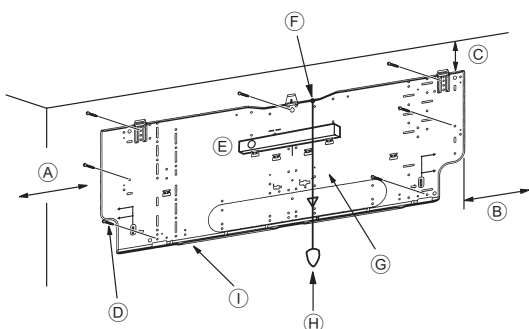
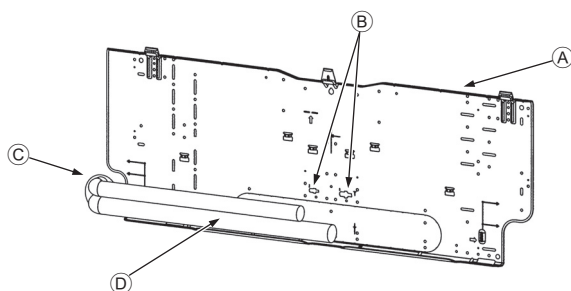

Fig. 3-4
Fig. 3-5
■ PKFY-P-VKM-E (Fig. 3-4)
- Ⓓ Viti di fissaggio (4 x 25) ②
- Ⓘ Piastra di montaggio ①
3.3. Inserimento dei tubi nella parete (Fig. 3-5)
- Ⓐ Piastra di montaggio ①